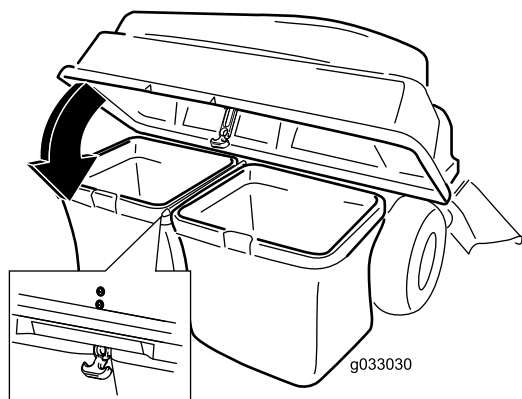

Bild 17
5. Senken Sie die Abdeckung des Heckfangsystems auf die Körbe ab (Bild 17).